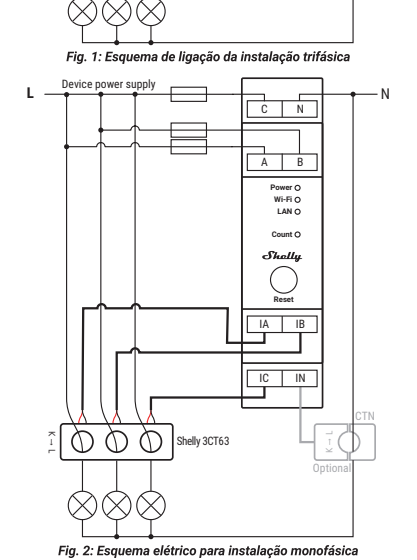
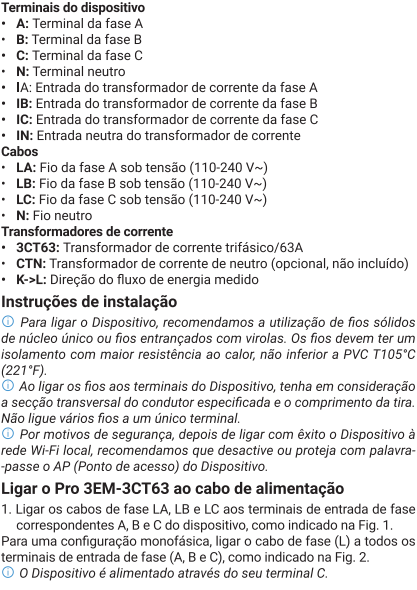

Fig. 1: Esquema de ligação da instalação trifásica
Fig. 2: Esquema elétrico para instalação monofásica
1. Ligue os cabos de fase LA, LB e LC aos terminais de entrada de fase correspondentes A, B e C do dispositivo, como indicado na Fig. 1. Para uma configuração monofásica, ligue o cabo de fase (L) a todos os terminais de entrada de fase (A, B e C), como indicado na Fig. 2.
- Certificar-se de que cada fio de fase passa pela abertura correcta seguindo rigorosamente o esquema de ligações (Fig. 1). Por exemplo, o fio da fase LA deve passar pela bobina ligada ao terminal de entrada do Dispositivo IA.